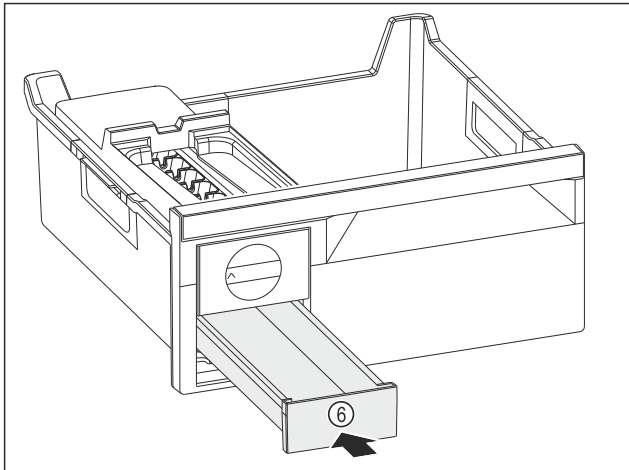

Fig. 146
- Insérer le compartiment à glaçons Fig. 146 (6).